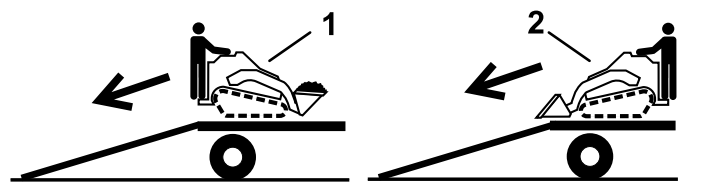

Bild 30
2. Fahren Sie beim Entladen vom Anhänger mit dem schweren Ende der Maschine auf die Rampe und befördern Sie Lasten niedrig (**Bild 30**).